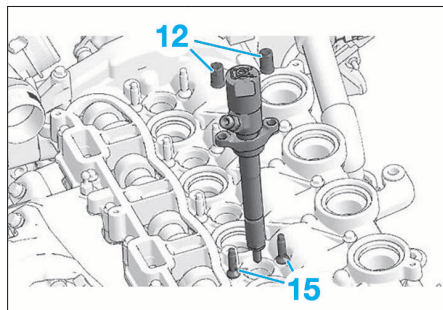

FIG. 65
• Avant la repose des injecteurs, resserrer systématiquement les vis colonnettes (15) (Fig.65) à 0.5 daN.m ± 0.1 puis serrer à 1 daN.m ± 0.1.